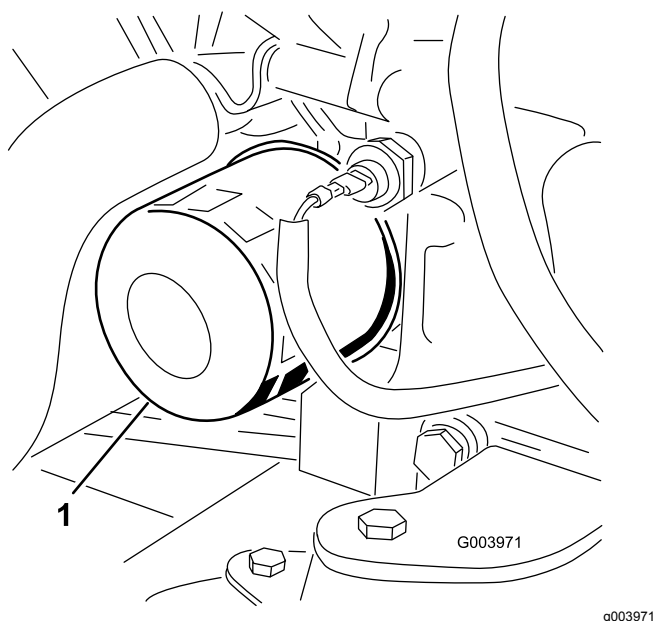

**Figura 50**
1. Togliete il tappo di spurgo (Figura 50) e lasciate defluire l'olio in una bacinella.